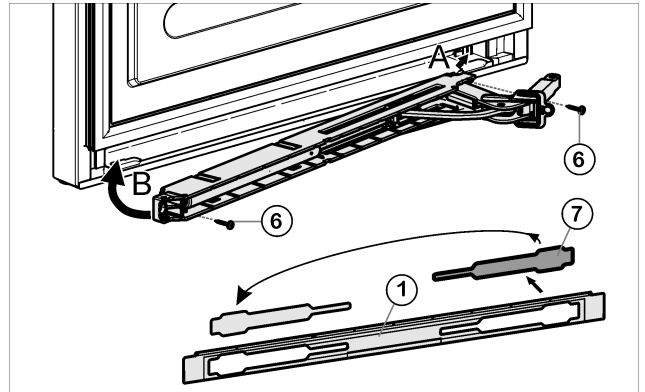

Fig. 12
- ▶ Poistakansi Fig. 12 (7) suojuksesta Fig. 12 (1) ja aseta se vastakkaisella puolella taas paikalleen.
- ▶ Kiinnitä sulkemisvaimenninyksikkö pisteeseen (A) siten, että sen nivel osoittaa saranapuolelle ja käännä sisään (B).
- ▶ Ruuvaa sulkemisvaimenninyksikkö kiinni (2 x Torx 15) Fig. 12 (6).